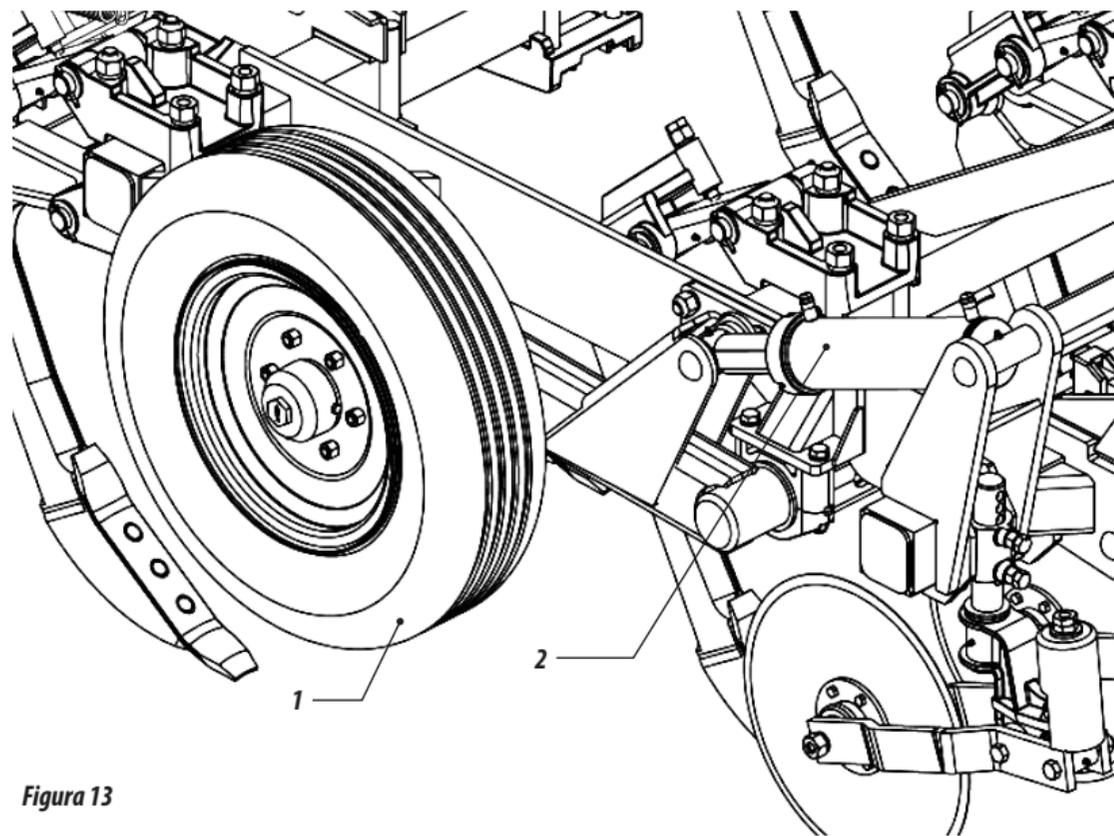

Figura 13
01 - La profundidad de trabajo de los flejes es controlada a través de las ruedas (1) **figura 13** que son accionadas por el cilindro hidráulico (2).